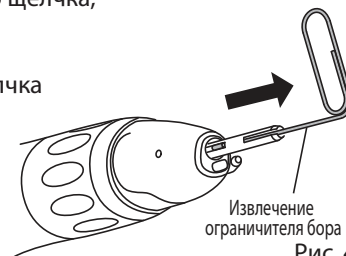

Рис. 4
- 2) Вставьте инструмент для извлечения ограничителя бора, поставляемый с наконечником, в цангу, расположите инструмент в прорези ограничителя и вытащите его. (Рис.4)